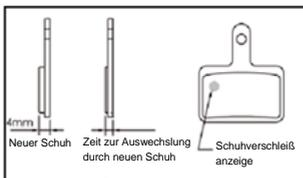

Abb. H-1 Verschlissene Bremschuhe identifizieren
⚠ Achtung: Der Bremsschuh sollte ersetzt werden, wenn die Gesamtdicke weniger als 2,5 mm beträgt (Reibungsmaterial und Metallplatte) oder die Schuhverschleißanzeige erscheint. (**Abb. H-1**)
- Prüfen Sie die Dicke des Bremschuhs – die Gesamtdicke muss über den empfohlenen Werten liegen (**Abb. H-1**).